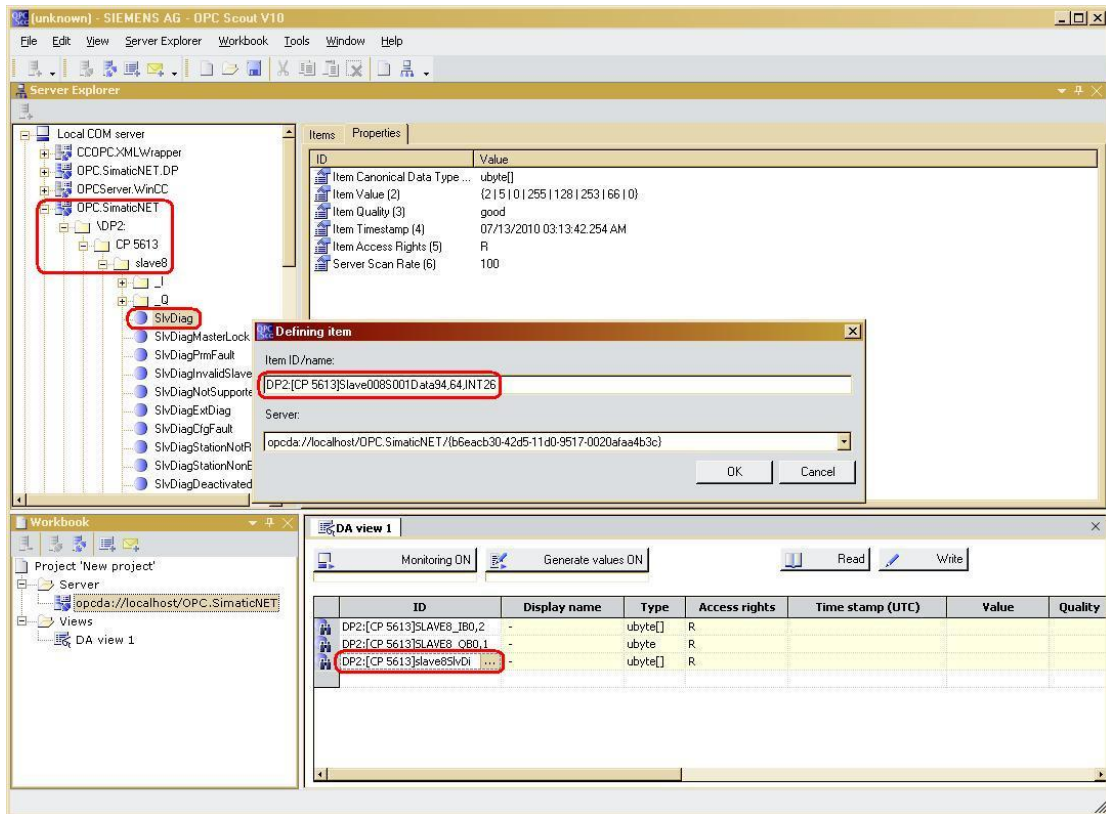

图 21
(A) 打开 OPC Scout V10，在 Local COM server-OPC.SimaticNET-DP2:-CP5613-Slave00x 下，添加变量，如图 21 所示。